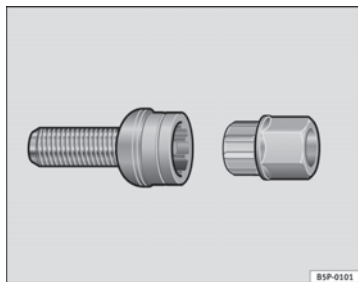

Fig. 175 Tornillo antirrobo de la rueda
- Coloque el adaptador hasta el tope en el tornillo antirrobo de la rueda ⇒ fig. 175.